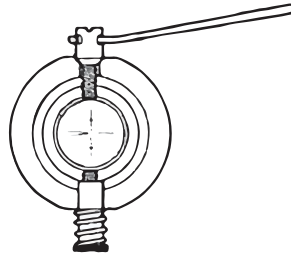

Abbildung 11
Entfernen Sie die Okularabdeckung (12). Drehen Sie die Einstellschraube mit dem Stift (Abb. 11), bis die Werte $b2'$ und $b2$ übereinstimmen. Bringen Sie die Okularabdeckung wieder an.
Retire la tapa del ocular (12). Gire el tornillo de ajuste con el pasador (Fig. 11) hasta que los valores $b2'$ y $b2$ sean iguales. Vuelva a colocar la tapa del ocular.